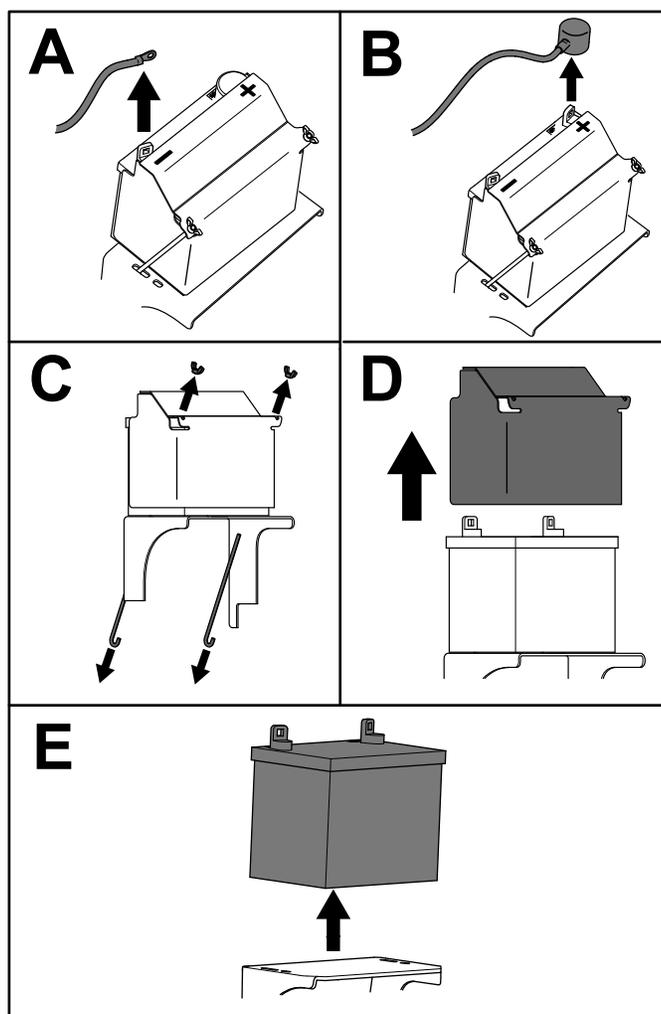

Рисунок 50
3. Снимите аккумулятор, как показано на Рисунок 50.